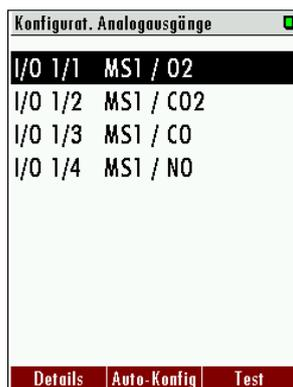

Abb. 5: Auswahlfenster: MS1 = Messstelle 1 , I/O 1/1 = erstes IO Modul am ersten 4-20 mA Ausgang.
- ▶ Den Pfad „EXTRAS / KONFIGURAT. ALARMAUSGÄNGE“ öffnen (Abb.5).